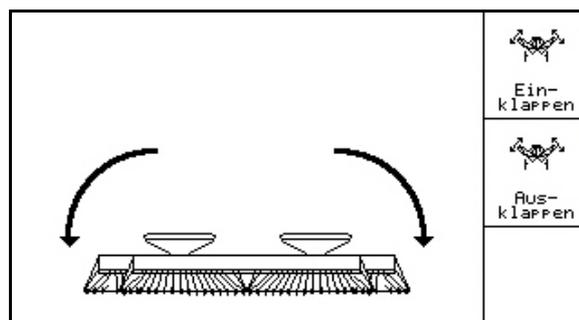

Рис. 57
- Индикация на дисплее: Надёжное складывание возможно (Рис. 57)